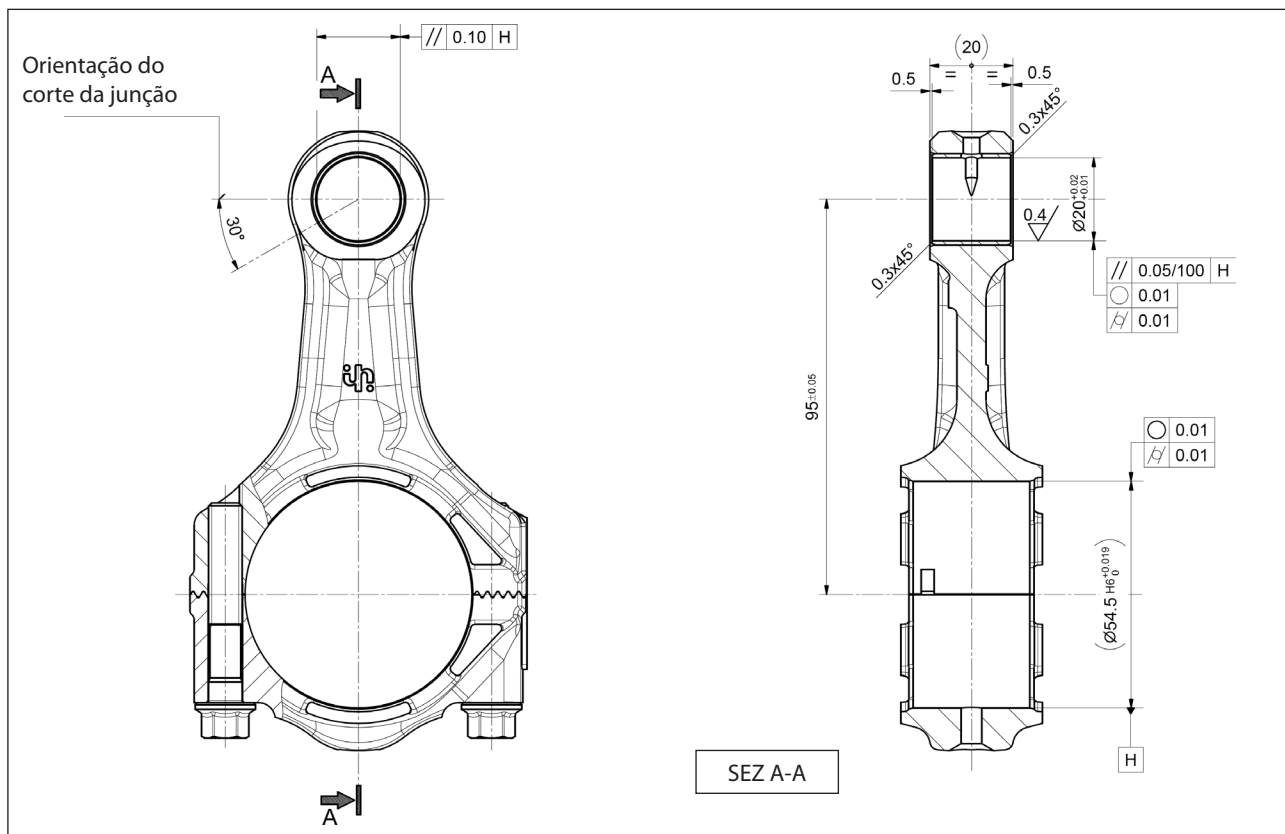

Fig. 69
- o corte de junção é orientado, conforme indicado na Fig. 69.
Execute sucessivamente os trabalhos mecânicos, respeitando rigorosamente as dimensões e tolerâncias relacionadas na Fig. 69.